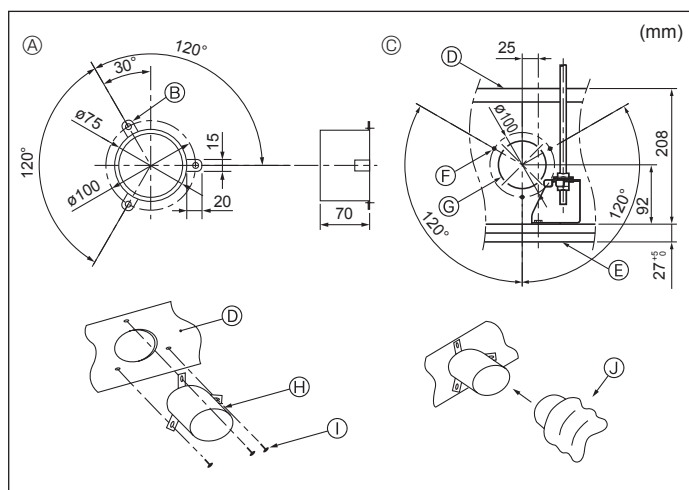

Fig. 2-3
2.3. Installation des conduits (en cas d'aspiration d'air frais) (Fig. 2-3)